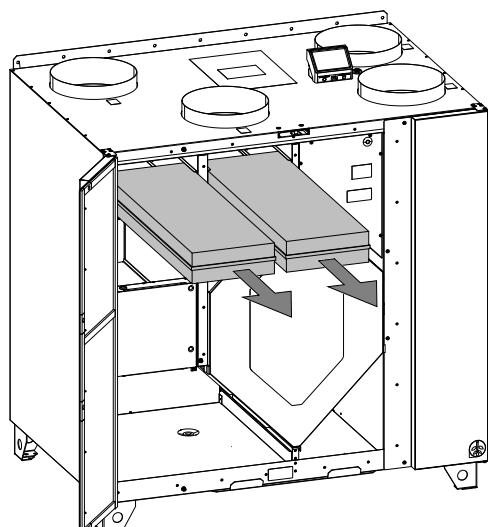

Рис. 6 Замена фильтров
- Порядок замены фильтров показан на рисунке ниже (рисунок 6).